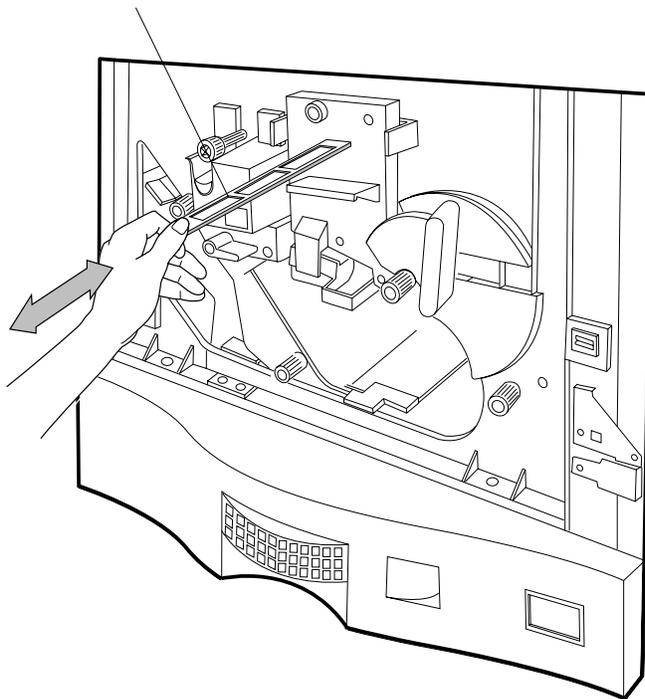

Figure 5-2 Nettoyage du préchargeur
1. Tirez sur la poignée de nettoyage du préchargeur (Figure 5-2), puis repoussez-la en place. Répétez cette manipulation de va-et-vient 4 ou 5 fois.